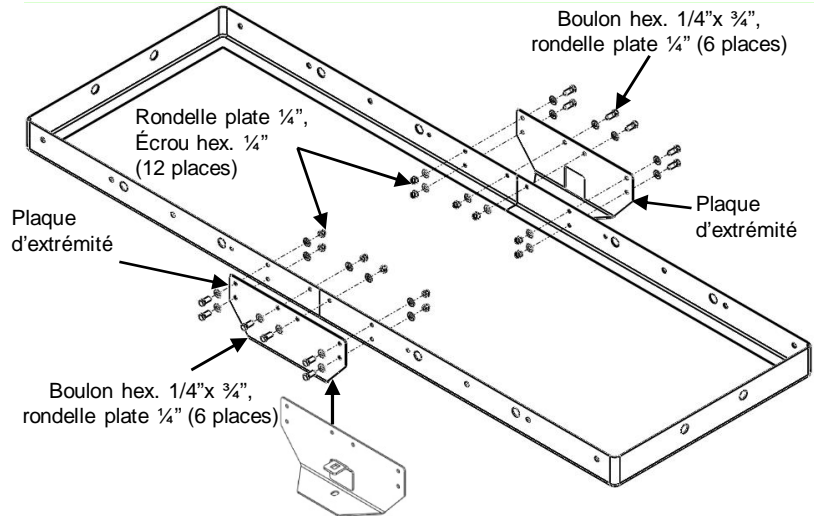

FIGURE 1.
- Aligner les deux moitiés du panier sur le sol, fixer chaque plaque d'extrémité sur l'extérieur du panier comme illustré à la figure 1 et installer sans trop serrer huit (8) boulons 1/4", seize (16) rondelles plates 1/4" et huit (8) écrous hexagonaux 1/4".